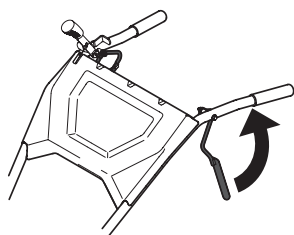

Figure 15
- a. Pressez le levier de contrôle contre les poignées du guidon. Voir Figure 15.